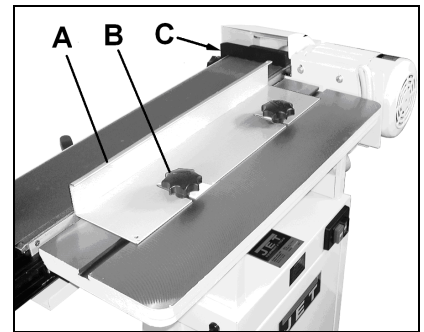

Fig 7
Monter le stopper de ponçage (C, Fig. 7) et la butée horizontale (A) avec les poignées étoile (B)